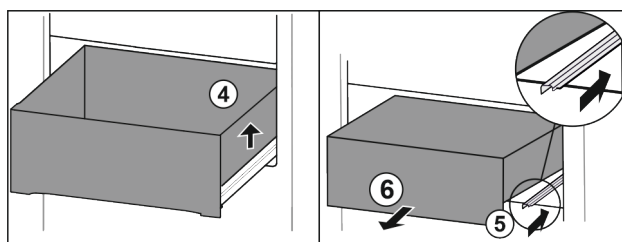

Fig. 15
- ▶ Levante el cajón de la derecha Fig. 15 (4).
- ▶ Deslice el riel derecho Fig. 15 (5).
- ▶ Saque el cajón. Fig. 15 (6).